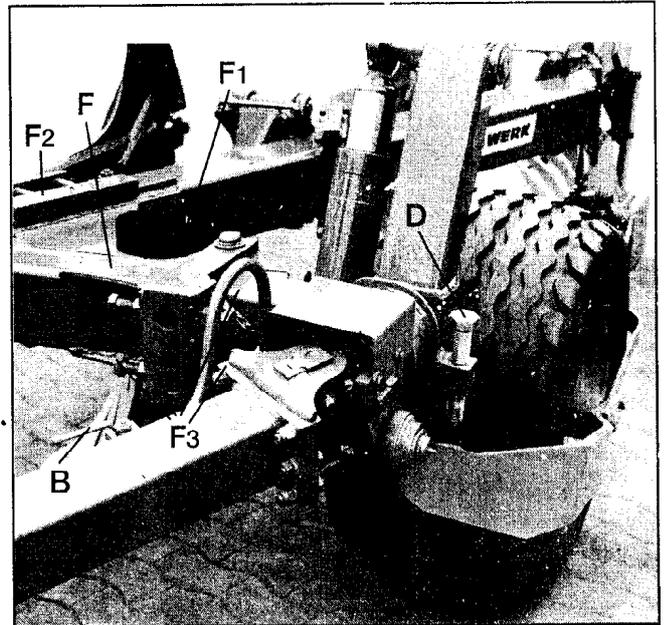

Fig.5
Arbeitstiefe - mit dem Hydraulik-Steuerhebel im Bereich "Zugkraftregelung" oder "Mischregelung" gewünschte Arbeitstiefe wählen; hinten die Arbeitstiefe mit "Anschlag **D**" einstellen (Fig. 5 bzw. 6).
("Kranich A": vor der Erstkörper-Schnittbreitenanpassung Dreharm (F) in Führungsplatte (F2) auf ca. Mitte stellen - mit Spindel F1, Fig. 5).
Das Rad genau in Fahrtrichtung stellen - mit Schrauben F3 (Fig. 5 bzw. 6). Ist der Anlagendruck (die Pflugführung) unzureichend, die Laufriechtung etwas zum Ungepflügten verstellen.
Das Rad läuft nach Abnahme des Rahmenansatzes mit mehr Abstand auf dem Ungepflügten. Ist dies zu hinderlich - z.B. an der Grenze -, muß das Rad vorgesetzt werden; dazu den Stabilisator (P, einschl. Hydraulikleitung) kürzen und das Rad um einen Körper-abstand vorsetzen (bei "Kranich A" einschl. Führungsplatte F2, Fig. 5).